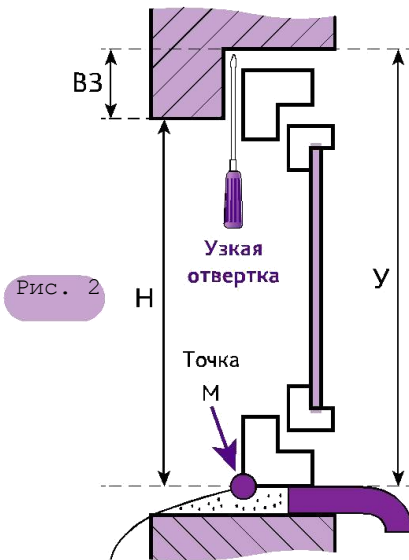

Рис. 2
- Промерить размер H от отлива в месте соприкосновения с рамой (точка M) до верхней четверти. При помощи щупа произвести несколько контрольных замеров верхней четверти (размер $B3$). Рис.2.
- Определяем ширину оконного блока, (рис.2) учитывая требования на рис.3.
- Определить высоту оконного блока. Рис.2